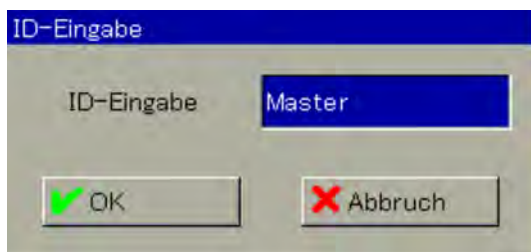

Abb. 97: Benutzeranmeldung
2. ▶ Falls Sie die Demoversion des Ecolab PC-Setup-Programms nutzen, geben Sie als Benutzer-ID „Demo“ ein und bestätigen Sie mit „OK“. (Siehe Abb. 97 .)